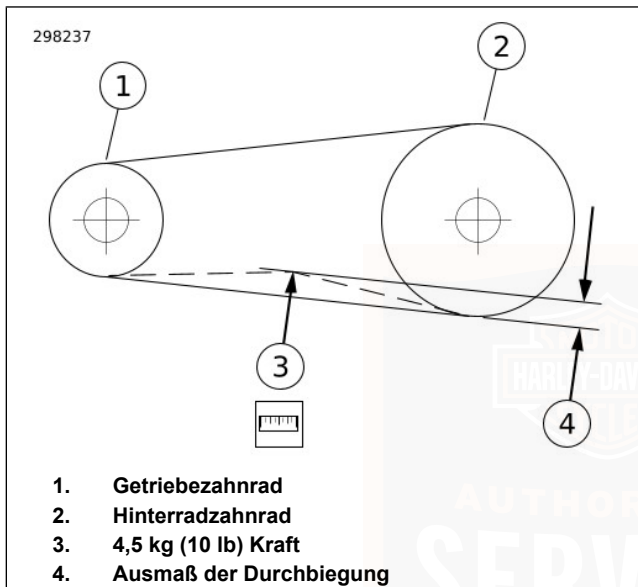

Abbildung 56. Riemendurchbiegung überprüfen
3. Siehe Abbildung 56. Die Halterung gegen die Unterseite des Riemens auf halbem Wege zwischen Getriebezahnrad und Hinterradzahnrad anordnen.